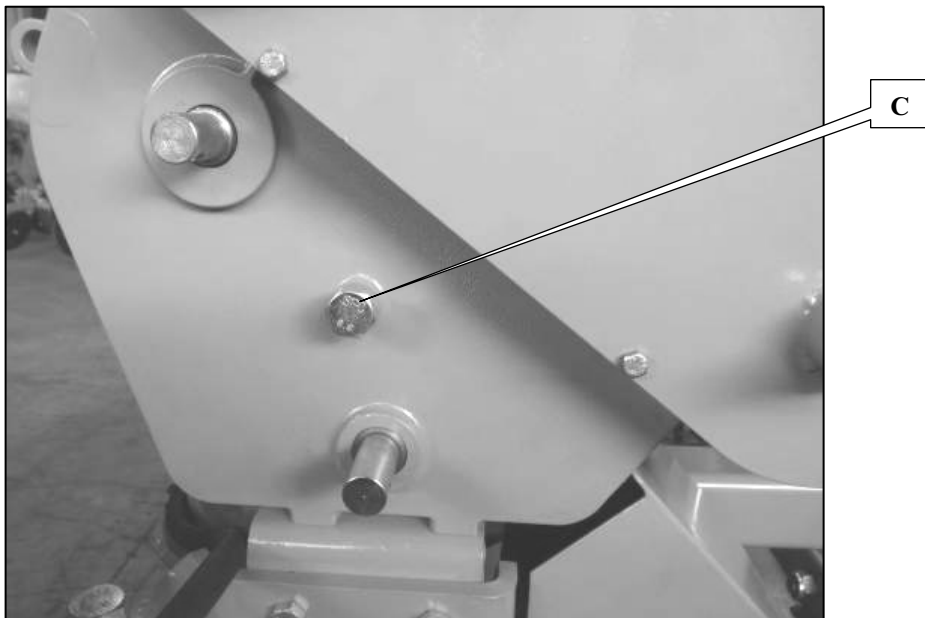

Fig. 2
Questa regolazione viene effettuata con un dado (D fig. 2), a seminatrice sollevata.
-Regolazione dei raschiatori, 2 esterni (E fig. 2) e 2 interni (F fig. 2).
Per regolarne la posizione, sollevare la seminatrice, allentare la vite (G fig. 2), far scivolare il raschiatore fino ad andare a sfiorare il disco e riavvitare.
- Graisser le variateur par l'orifice (C fig. 2). Utiliser un lubrifiant synthétique en bombe sous pression (exemple : Würth HHS 2000).
- Grease the variator via the port (C fig. 2). Use a synthetic lubricant in a pressurised spray can (example: Würth HHS 2000).